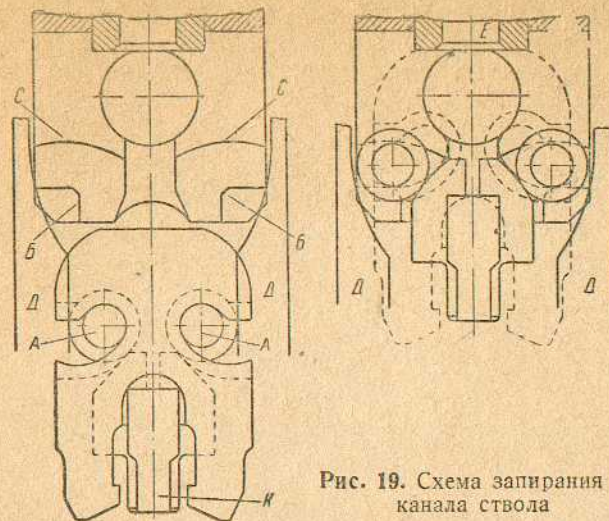
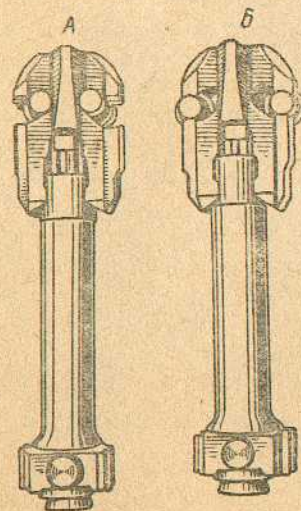
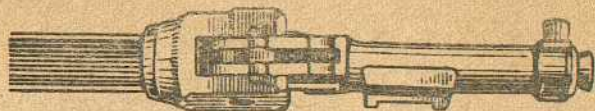

Рис. 19. Схема запирания канала ствола
Рис. 20. Общий вид затвора сверху:
Рис. 21. Канал ствола заперт (боевые упоры разведены и сделаны с казенником)
**Запирающий механизм.** При движении затвора вперёд возвратно-боевая пружина давит на стемпель затвора, а через него на ударник *К* (рис. 19 — левая фигура). Передние скосы ударника, взаимодействуя с венчиками боевых упоров (роликов) *АА*, стремятся развести их в стороны, но витые вырезы боевой личинки, в которые входят боевые упоры, не дают возможности развести их. Когда боевая личинка подойдёт к пеньку ствола, боевые упоры, взаимодействуя со скосами *СС* казённика, несколько разведятся в стороны, затем окончательно разведятся ударником (рис. 20 — правая фигура).
Разведённые боевые упоры упираются в боевые уступы *ББ* казённика, запирая таким образом канал ствола (рис. 19 — правая фигура и рис. 21).